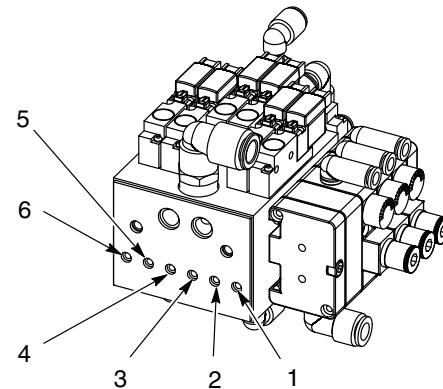

Figura 7 Coletor da bomba Encore HD com funções das conexões
Consulte a figura 7. A bomba de alimentação de pó Encore de alta densidade (HD) de pó e baixo volume de ar transporta quantidades exatas de pó desde a fonte de alimentação para uma pistola de spray com pó. O coletor de controle da bomba controla o caudal de ar que entra e sai da bomba.